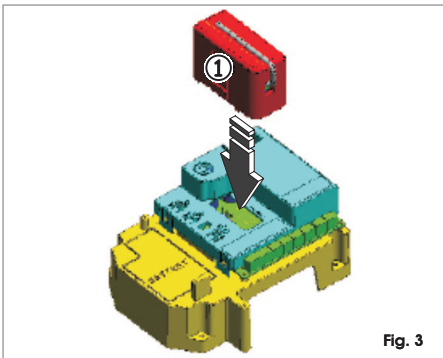

Fig. 3
De apparatuur is voorzien van een geïntegreerd decoderingssysteem met twee kanalen (DS, SLH, RC, LC), OMNIDEC genaamd. Met dit systeem kan, door middel van een aanvullende ontvangstmodule (Fig. 3 ref. ①) en afstandsbedieningen met dezelfde frequentie, zowel de volledige opening (OPEN A) als de gedeeltelijke opening (OPEN B) van het automatische systeem in het geheugen worden opgeslagen.